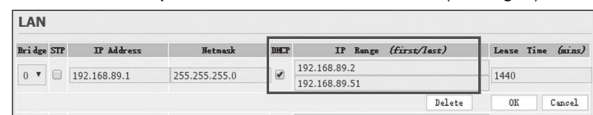

Fig. 2
5. Assurez-vous que la fonction DHCP est activée. (Voir Fig. 2)